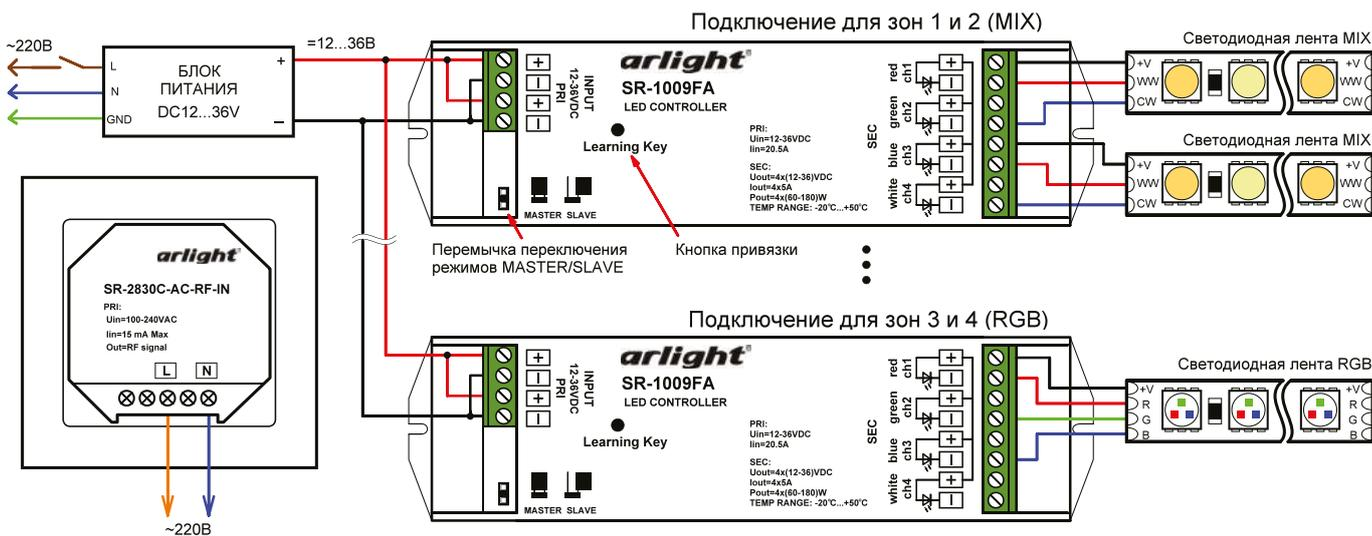

Рис.3. Схема подключения оборудования на примере контроллеров SR-1009FA
3.6. Подключите контроллеры и светодиодную ленту (подробнее, см. инструкции к используемому оборудованию). Пример подключения контроллеров приведен на Рис.3.